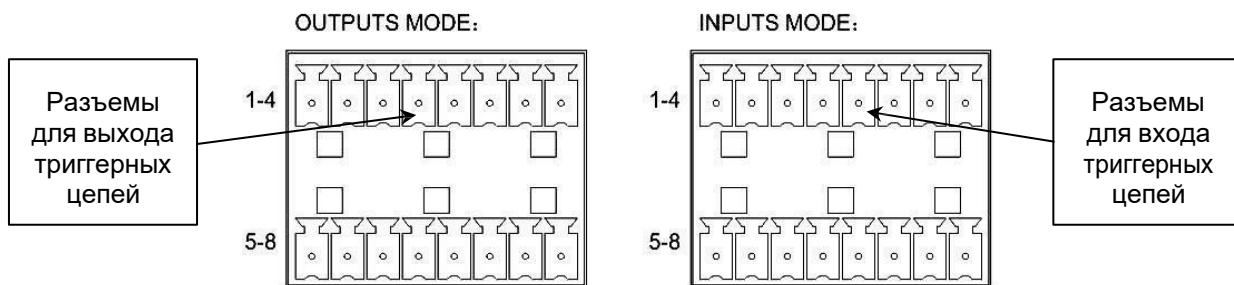

Рис. 4.15. Фрагмент задней панели коммутатора LPA-EVA-MS с разъемами подключения линий триггерных сигналов
- b. **CH** (канал): **01 02 03 04 05 06 07 08** (список каналов интерфейса управляющих сигналов, работающих в установленном режиме **H3/HO** или **OK**). Физическое расположение разъемов каналов на задней панели показано на Рис. 4.15.